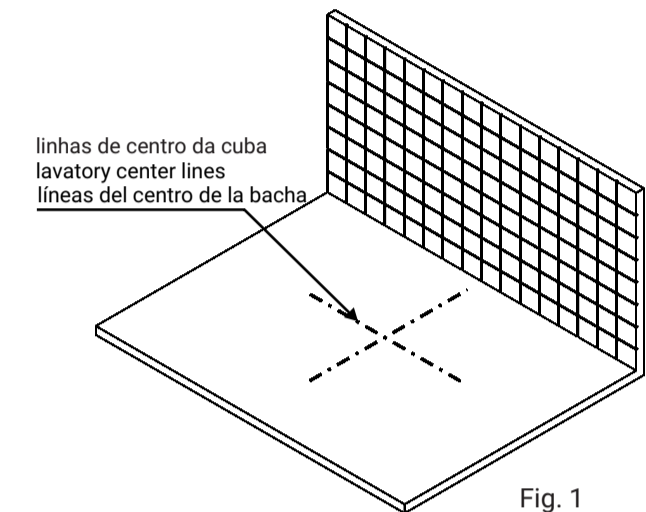

Fig. 1
- Colocar a cuba sobre o tampo, posicioná-la no local desejado p/ instalação, levando em consideração as dimensões da torneira e sifão que serão utilizados. Traçar no tampo uma linha de centro, no sentido longitudinal e no sentido transversal (conforme fig.1).
Place the sink on the top of the basin cabinet; put it in the desired position for installation, taking into consideration the distances of the tap and the syphon that will be used. Draw a line to the centerline of the sink and further up to the cabinet top (according to fig. 1).
Coloque la cuba encima de la tapa, ubicándola en la posición deseada para instalar, llevando en cuenta las dimensiones del grifo y sifón que se utilizarán. Marque una línea en el centro de la cuba y alárquela hasta la tapa (según fig.1.)